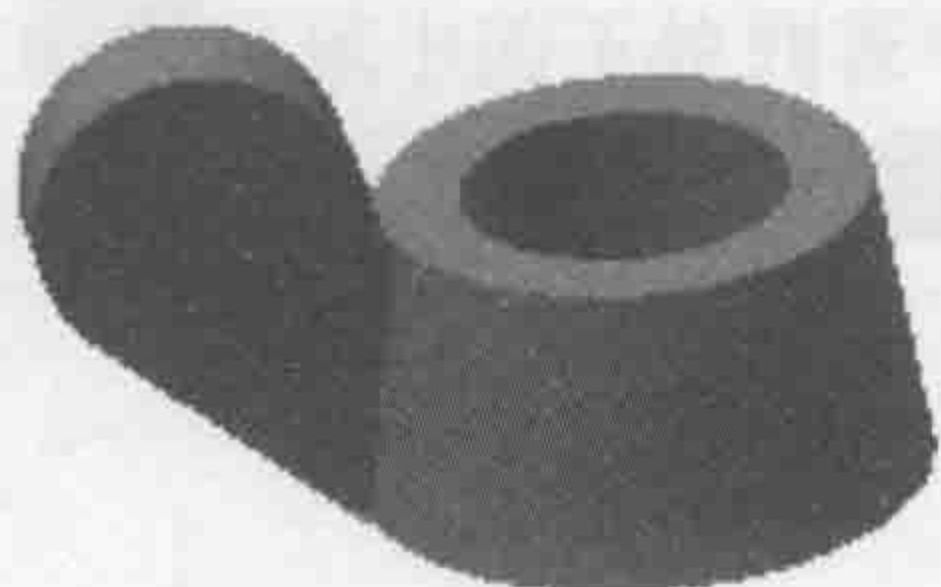

图 2.4 拉伸特征 1
Step3. 创建图 2.4 所示的拉伸特征 1。在 **创建** 区域中单击 按钮，选取 XY 平面作为草图平面，绘制图 2.5 所示的截面草图，在“拉伸”对话框 **范围** 区域中的下拉列表中选择 **距离** 选项，在“距离”下拉列表中输入数值 6，并将拉伸方向设置为“对称”类型 ；单击“拉伸”对话框中的 **确定** 按钮，完成拉伸特征 1 的创建。